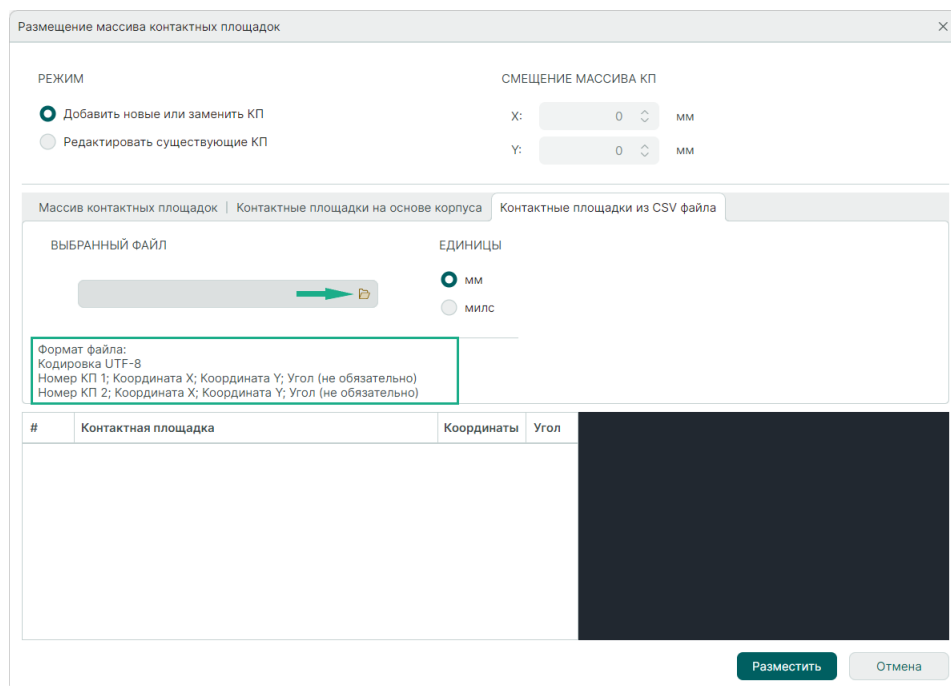

Рис. 103 Переход к выбору csv –файла
2. Нажмите на символ , чтобы выбрать csv - файл для загрузки элементов массива, см. Рис. 103.